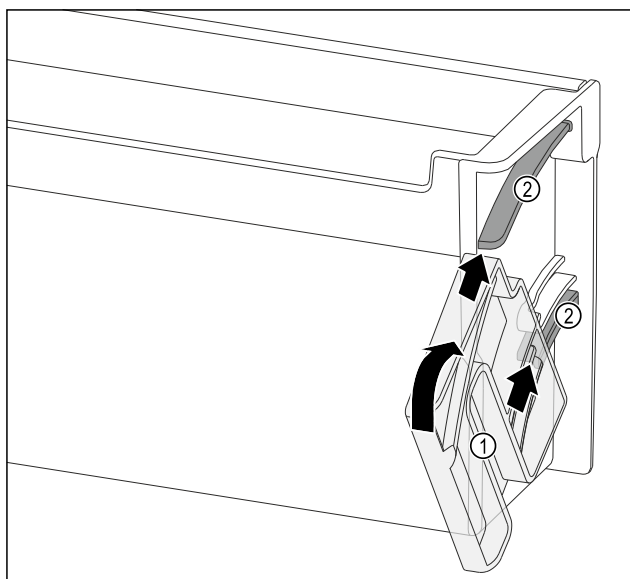

Fig. 121
- Umieścić pokrętło Fig. 121 (1) w taki sposób, aby zagłębienia znajdowały się naprzeciw kanałów prowadzących Fig. 121 (2) półki w drzwiach.
- Obrócić pokrętło Fig. 121 (1) w podanym kierunku.